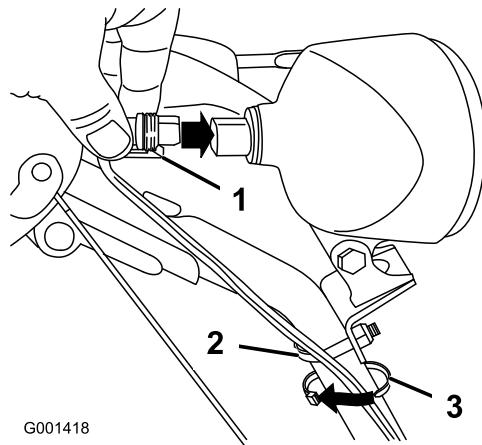

Figura 17
1. Inserite direttamente nel retro del faro il connettore situato sull'estremità allentata del cavo, finché non è saldo (Figura 17).